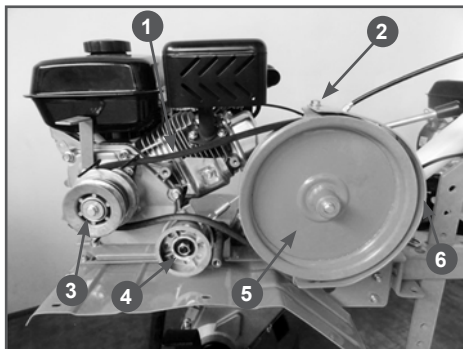

Рис. 30 Замена ремня привода
2. Открутите верхний болт 2 крепления ограничительной пластины и отогните пластину 6 в сторону сошника (Рис. 30).
4. Снимите ремень 1 со шкивов вала двигателя 3 и коробки передач 5 (Рис. 30).
2. Открутите верхний болт 2 крепления ограничительной пластины ремня и отогните пластину 6 в сторону сошника (Рис. 30).